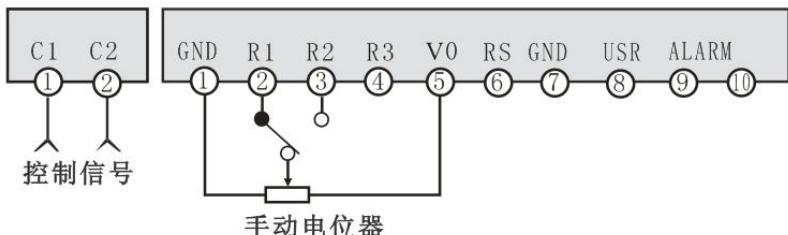

图 5：手动带限幅功能的组合接线图
5.3.1.2 手动调整：按图 5 接线，外接 10KΩ 手动电位器。电位器的两个固定端分别接 V0、GND 端，滑动接 R1 端。调整手动电位器，负载电压调整范围为 0~100%。此时，负载电压、电流应均匀变化且三相平衡。